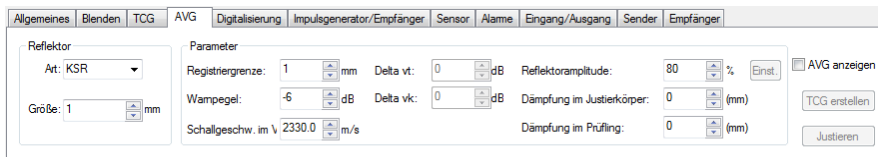

Abbildung 4-42 Register AVG im Dialogfeld Ultraschalleinstellungen
2. Wählen Sie im Dialogfeld **Ultraschalleinstellungen** das Register **AVG** aus (siehe Abbildung 4-42 auf Seite 283) und verfahren Sie wie folgt: